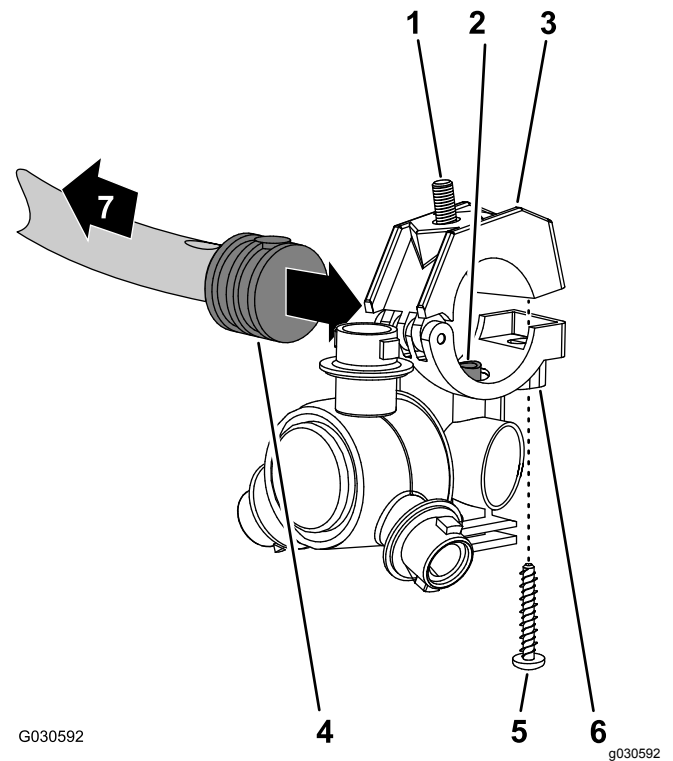

Figura 77
1. Trabalhando com o bico do pulverizador que removeu no 12 Retirar os tubos do bico do pulverizador no sistema da secção 3 (página 33), alinhe o tubo de transferência na sela de um bico do pulverizador (Figura 77) com o orifício na lateral da haste do tubo estriado simples (1/2 polegada).
2. Feche a metade do grampo superior em torno da haste do tubo roscado e prenda a metade do grampo e o corpo do bico do pulverizador (Figura 77) com o parafuso de aço inoxidável (n.º 12 x 1-1/4 pol.); aperte o parafuso de aço inoxidável com 226 a 282 N·m.